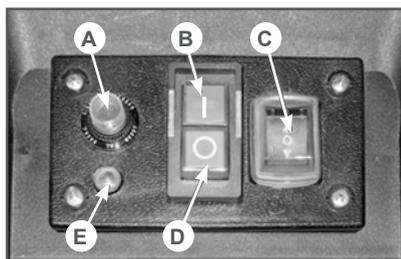

Рис. 2 Панель управления
2. Установите, нажатием на клавишу, переключатель С (Рис. 2) режима работы Вперед/Назад в положение Вперед.
3. Установите, нажатием на клавишу, электромагнитный выключатель В (Рис. 2) в положение ON «I» (ВКЛЮЧЕНО), электродвигатель включится.
Выключайте электродвигатель только, если измельчитель совершенно пуст. В противном случае при повторном включении может произойти блокировка фрезы. Для выключения измельчителя нажатием установите клавишу электромагнитного выключателя D (Рис. 2) в положение OFF «0» (ВЫКЛЮЧЕНО).
При блокировке отключается двигатель (выскакивает кнопка предохранителя А (Рис. 2), а электромагнитный выключатель устанавливается в положение OFF «0» (ВЫКЛЮЧЕНО).
- Включите кнопку А (Рис. 2).
- Нажатием установите клавишу С (Рис. 2) «Вперед / Назад» в положение Назад, чтобы изменить направление вращения фрезы.